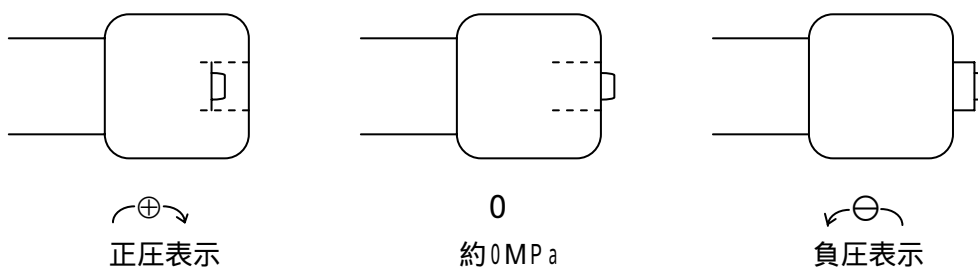

図2 インジケーター位置
当調整器へガスの供給を行う前に、圧力調整スプリングを無負荷(インジケーターが圧力調整ハンドルの面と一致する位置(図2 -))にしてください。
出荷には、インジケータが圧力調整ハンドルの面と一致する位置(図2 -)で0MPaとなる位置に設定しております。
- (1) 圧力調整ハンドルに付いているインジケータを若干凸にします。
- (2) 当調整器入口側のガス供給バルブをゆっくりと開け、入口圧力を供給してください。
- (3) 圧力調整ハンドルを時計回り(+)方向に回し、所定の出口圧力に調整してください。この時、インジケータは凹(図2 -)となります。
(4) 0MPa 付近であれば、必要に応じて出口側からの真空引きで 0MPa 以下の負圧領域にかけて連続して制御出来ます。
(1) 使用したガス種により、パージ作業を十分に行ってください。
(2) ガスを流した状態で、圧力調整ハンドルを操作し、出口圧力を 0.1 MPa 程度に調整してください。
(3) 入口側のガス供給バルブを閉じると、配管内のガスが抜けるので、入口, 出口圧力が共に、0 MPa となる事を確認してください。
(4) インジケーターが圧力調整ハンドルの面と一致する位置(図 2 -)とし、圧力調整スプリングを無負荷にしてください。当調整器前後のバルブを全て閉とし、外気